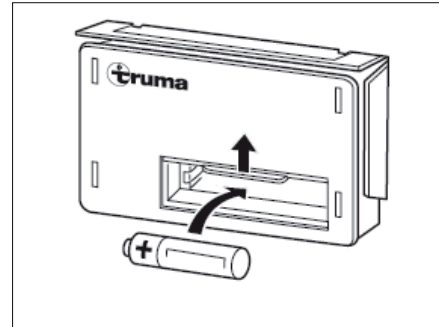

Bild 101 Batteriewechsel
- Die Abdeckung des Batteriefachs am Zündautomaten (Bild 101) nach oben schieben.
- Eine neue Batterie gleichen Typs polrichtig (+/-) in das Batteriefach des Zündautomaten einsetzen (Bild 101). Nur temperaturbeständige (+70 °C) und auslauf-sichere Mignon-Batterien verwenden.